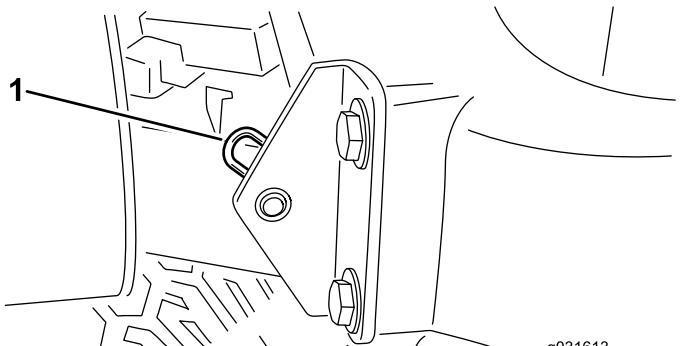

Figura 63
2. Togliete la cinghia che fissa il perno del cofano alle staffe di montaggio (Figura 63).